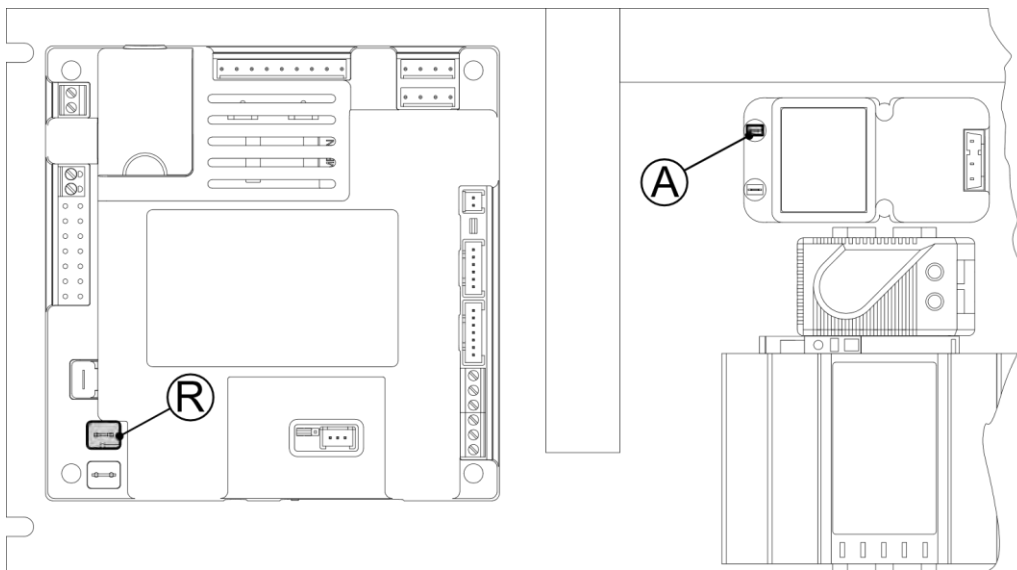

Fig 76
- 4) Retirer les deux connexions de l'électrode d'allumage (A) et d'ionisation (R) du panneau électrique (fig 76).
- 1) Prévoir un joint (A) au cas où il serait à remplacer ;
- 2) Retirer les fils du panneau électrique (fig 76)